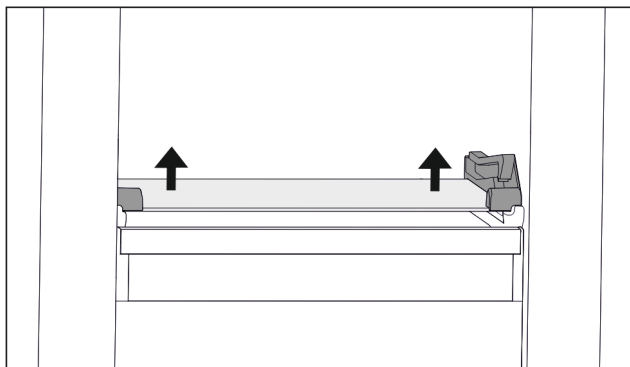

Fig. 92 Glasplatte des abklippbaren Schubfachs
- ▶ Glasplatte von unten beidseitig nach oben drücken. (siehe Fig. 92)